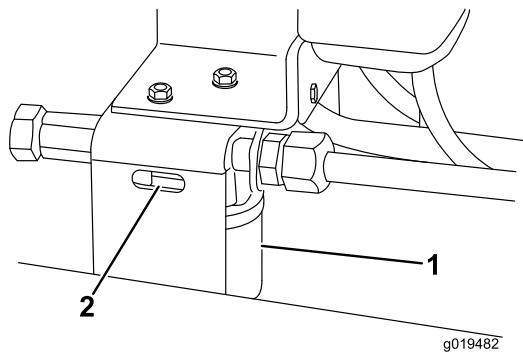

Figure 74
2. Nettoyez la zone autour de la surface de montage du filtre. Placez un bac de vidange sous le filtre et enlevez le filtre (Figure 74).